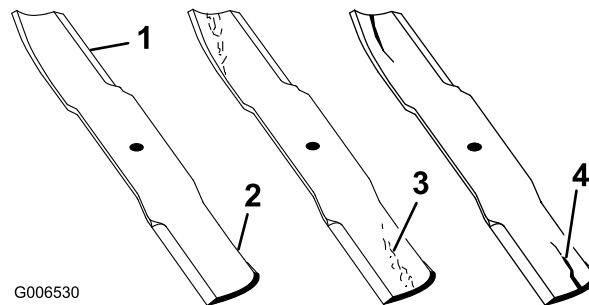

Figura 46
1. Inspeccione los filos de corte (Figura 46). Si los bordes no están afilados o tienen muescas, retire las cuchillas y afílelas. Consulte Afilado de las cuchillas.
2. Inspeccione las cuchillas, especialmente la parte curva (Figura 46). Si observa daños, desgaste o la formación de una ranura en esta zona (elemento 3. en la Figura 46), instale de inmediato una cuchilla nueva.